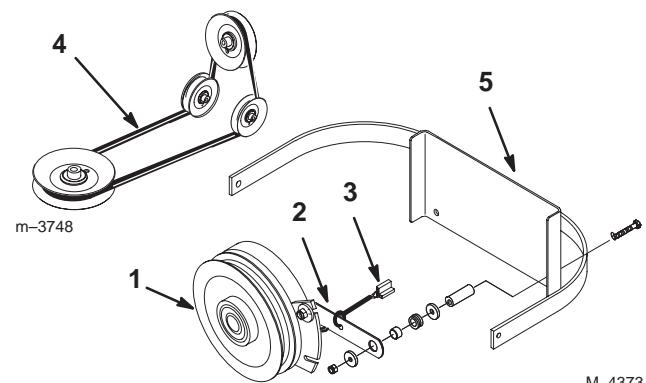

Figure 67
2. Retirez la barrette de retenue de l'embrayage du bâti de la machine et débranchez la borne de l'embrayage du faisceau de câblage (Fig. 67).
- Posez la barrette de retenue de l'embrayage et branchez la borne de l'embrayage au faisceau de câblage (Fig. 67).